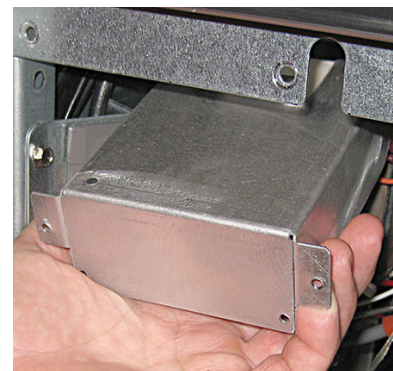

図 16
19. 押し戻してから下げて、モジュールを取り外します (図 16 を参照)。